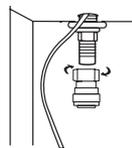

Figura 6.
7. Enrosca el conector a la Llave dispensadora (ver Figura 6).